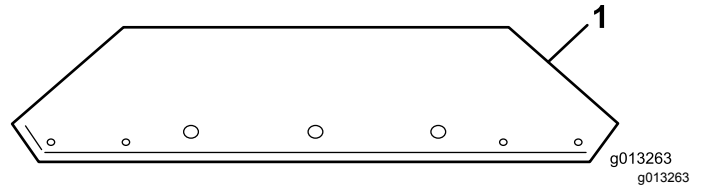
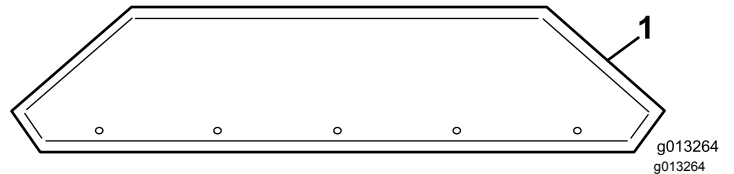

Figure 10
Figure 11
- 1. Sortez les extensions de la trémie de la caisse d'expédition et identifiez l'avant et l'arrière (Figure 10 et Figure 11).